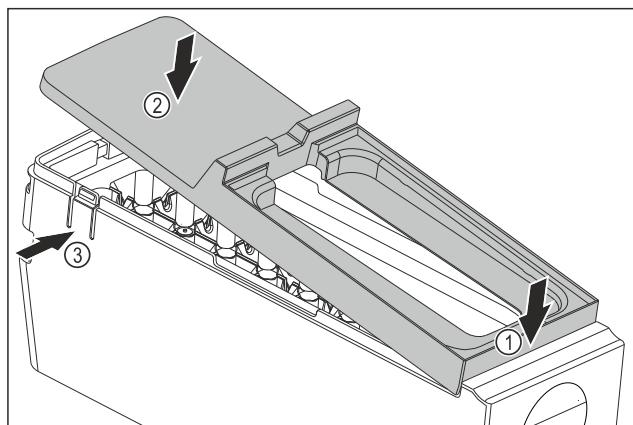

Fig. 81
- Встановіть кришку корпусу EasyTwist-Ice: Прикріпіть кришку спереду. Fig. 81 (1)
- Опустіть кришку ззаду. Fig. 81 (2)
- Кришка зі звуком фіксується в обох виступах Fig. 81 (3).